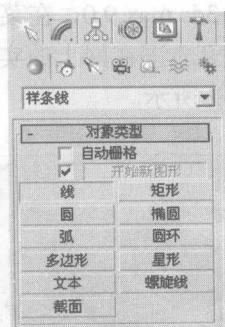

图 3-6 单击“线”按钮
**5** 打开“创建”面板下的“图形”次面板，在该面板的下拉列表框中选择“样条线”选项，在“对象类型”卷展栏中单击“线”按钮，如图 3-6 所示。